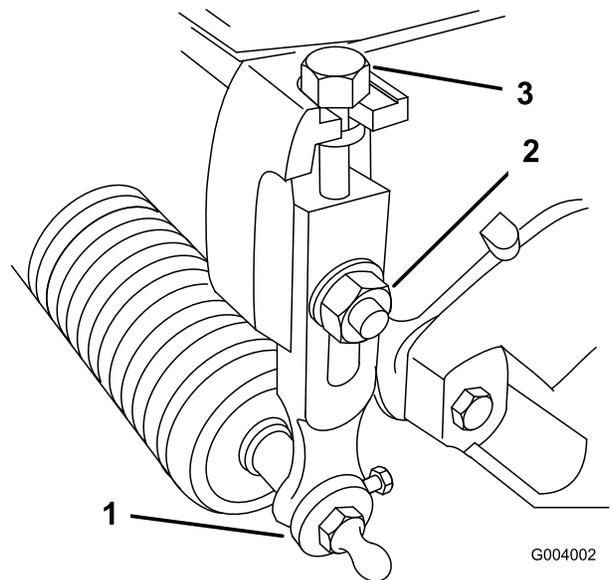

Bild 60
1. Lösen Sie die Sicherungsmuttern, mit denen die Schnitthöhenarme an den Seitenplatten des Mähwerks befestigt sind (Bild 60).